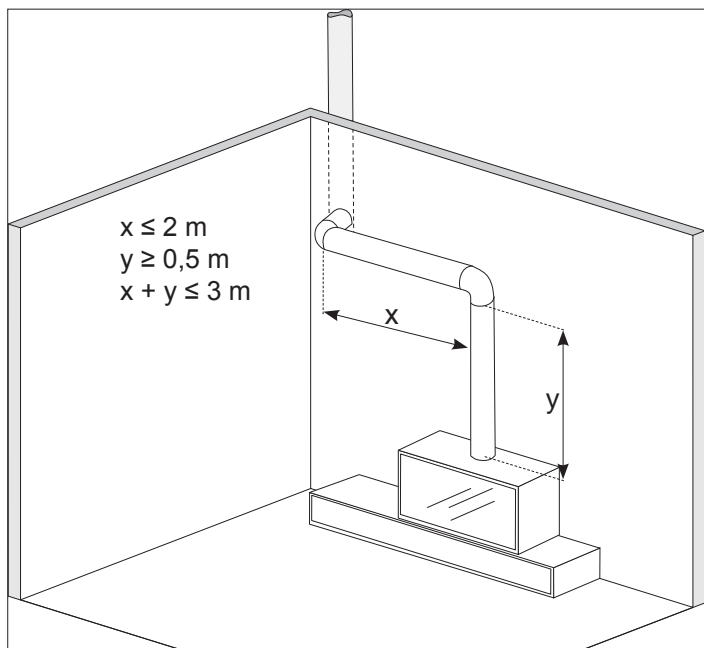

fig. 5.3
- Um den Ofen mit dem Schornstein zu verbinden, können maximal 3 Richtungsänderungen von nicht mehr als 90° vorgenommen werden. Dabei darf die Länge des Schornsteins horizontal nicht mehr als 2 m und gesamt maximal 3 m (Abb. 5.3) betragen.